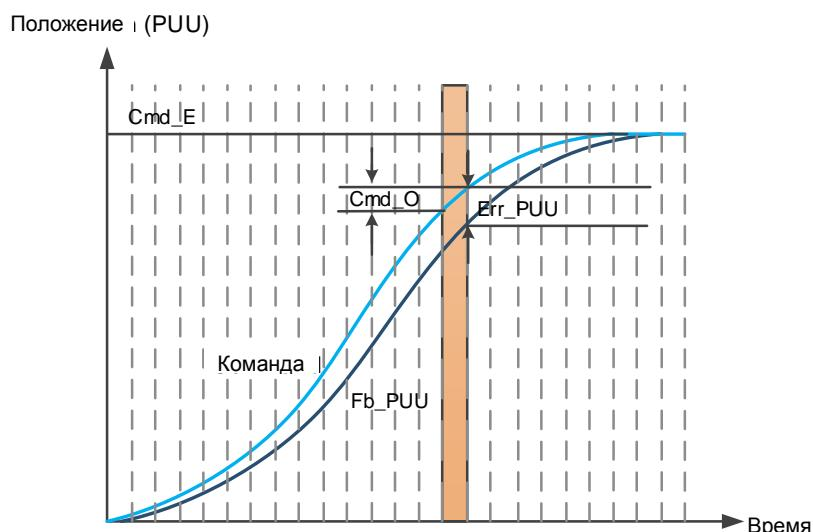

Рис. 7.1.2.2 Мониторинг статуса переменных при выполнении команды в режиме PR
Вы можете использовать дискретный вход (DI) для вызова путей PR и дискретный выход (DO) для мониторинга путей PR (описание функций DI/O см. в таблицах 8.1 и 8.2). Когда вы запускаете команду движения с помощью DI.CTRG [0x08], сервопривод работает на основе команды из внутренних регистров. После завершения выполнения включается DO.Cmd_OK [0x15]. Когда двигатель достигает целевого положения, включается DO.TPOS [0x05]. Затем, после того, как команда PR завершается и двигатель достигает целевого положения, оба сигнала DO включены, и сервопривод выводит сигнал MC_OK [0x17], чтобы указать, что он завершил этот путь PR. Порядок действий показан на рис. 7.1.2.3. Если вы установили время задержки в этом PR и двигатель достигает целевого положения, тогда включается DO.TPOS [0x05]. По истечении времени задержки включается DO.Cmd_OK [0x15] (команда положения PR завершена). После того, как оба вышеупомянутых сигнала DO включены, сервопривод выводит сигнал MC_OK [0x17], чтобы указать, что он завершил этот путь PR, как показано на рис. 7.1.2.3.